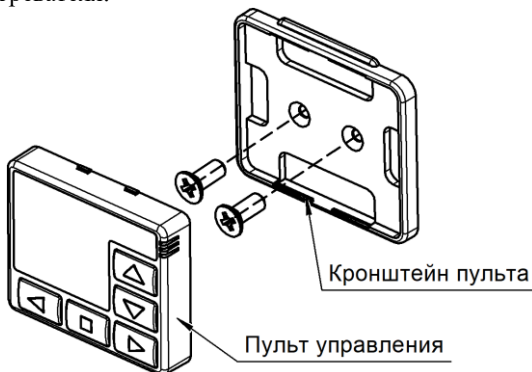

Рис. 9.7. Установка пульта управления
- кронштейн (показан на рис. 9.7) крепится к панели при помощи винтов. Вывод провода из корпуса пульта осуществляется через заднюю крышку. Пульт устанавливается в кронштейн до характерного щелчка.